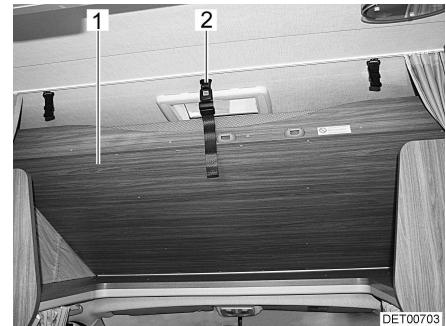

Fig. 48 Letto mansarda in posizione di marcia
- Orientare il letto mansarda (Fig. 48,1) verso l'alto e fare innestare il nastro di sostegno (Fig. 48,2) nel supporto sul soffitto.